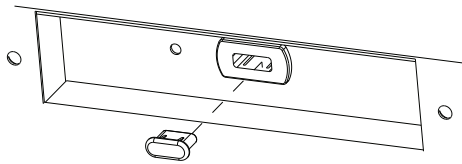

FIG. 2
2. Enlever le bouchon en silicone du réceptacle USB-C (voir Fig. 2).